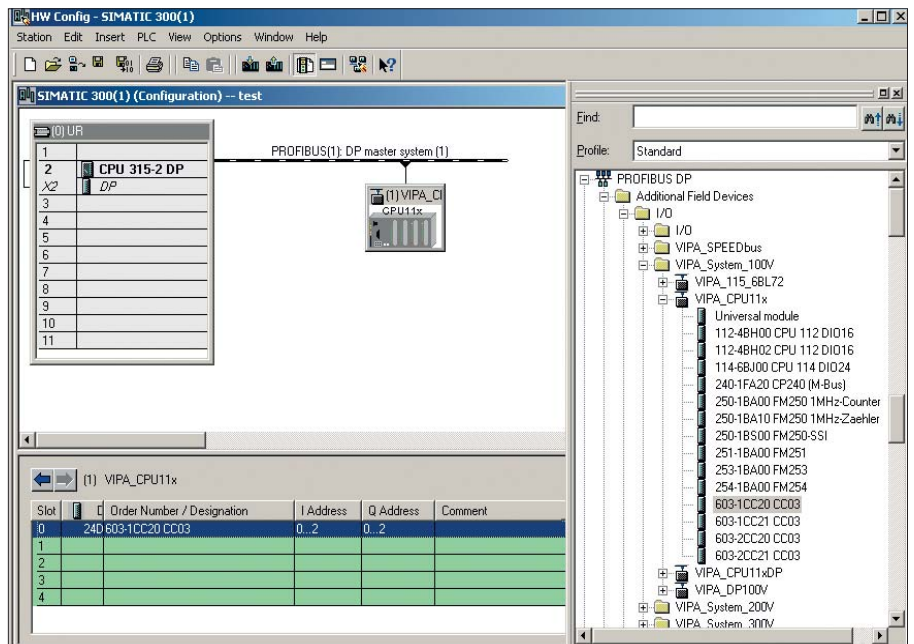

Рис. 3. Конфигурация компактной системы управления СС03
- В библиотеке **Hardware Catalog** выберите папку **PROFIBUS-DP → Additional Field Devices → I/O → VIPA** (рис. 3).
- Переместите мышью объект **VIPA_CPU11x** к линии сети PROFIBUS. В появившемся диалоговом окне **Properties PROFIBUS interface** выберите адрес **DP address**, равный 1, и нажмите **OK**. Теперь виртуальный ведомый DP-модуль соединён с PROFIBUS (рис. 3).
- В библиотеке **Hardware Catalog** откройте папку объекта **VIPA_CPU11x** и выберите из списка модуль 603-1CC20. После двойного щелчка мыши модуль появится в слоте 0 (рис. 3). Кроме того, существует возможность добавления еще 4 модулей расширения системы 100V и 200V.